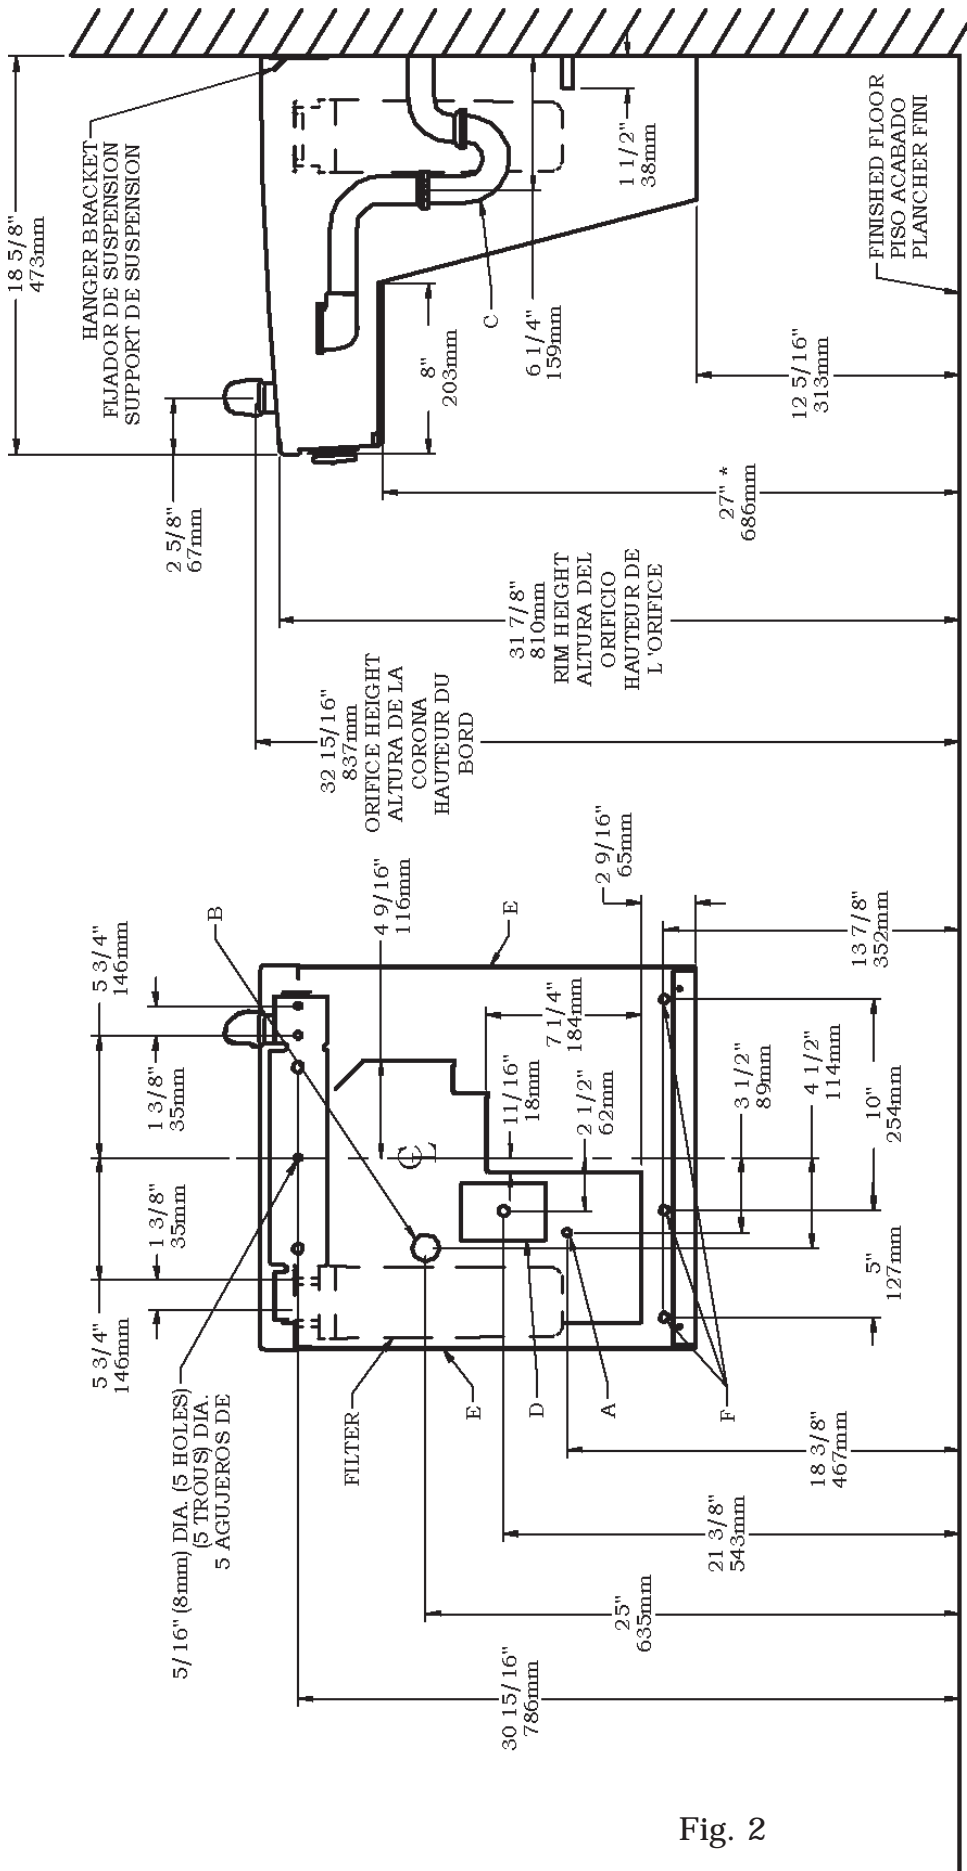

Fig. 2
- 1) Remove hanger bracket fastened to back of cooler by removing one (1) screw.
- 2) Mount the hanger bracket and trap as shown in Figure 2.
- 4) Hang the cooler on the hanger bracket. Be certain the hanger bracket is engaged properly in the slots on the cooler back as shown in Figure 2.
- 5) Loosen the two (2) screws holding the lower front panel at the bottom of cooler base and two (2) screws at the top (**Use torx bits sold separately**). Remove the front panel and set aside.
- 7) Remove the slip nut and gasket from the trap and install them on the cooler waste line making sure that the end of the waste line fits into the trap. Assemble the slip nut and gasket to the trap and tighten securely. Recommend fastening cooler to wall using 7/16 bolt holes. (see fig.2, "F")
- 1) Quite el fijador de suspensión sujetados a la parte posterior del enfriador quitando un (1) tornillo.
- 2) Monte el fijador de suspensión y quite el purgador como se muestra en la Fig.2.
- 1) Retirez le support de suspension à l'arrière du refroidisseur en enlevant une (1) vis.
- 2) Installez le support et le siphon tel qu'indiqué à la fig. 2.
- 4) Installez le refroidisseur sur le support en vous assurant que ceux-ci sont bien installés dans les fentes à l'arrière du refroidisseur tel qu'indiqué à la figure 2.
- 5) Dégagez les deux (2) vis retenant le panneau inférieur avant au bas de la base du refroidisseur ainsi que deux (2) vis sur le dessus (**Employez le peu Torx vendu séparément**). Retirez le panneau avant et mettez-le de côté.